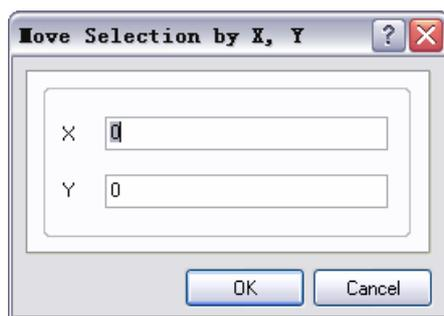

图 3-47 **【Move Selection by X, Y】**对话框
- **【Move Selection by X, Y】将元件移动到指定的位置**：执行该命令首先要选中需要移动的器件，选取该命令后会弹出图 3-47 所示的对话框，在框中填入所需移动的距离，如 X 表示水平移动，右方向为正，Y 表示垂直移动，上方向为正，最后**【OK】**确认，器件即移动到指定位置。